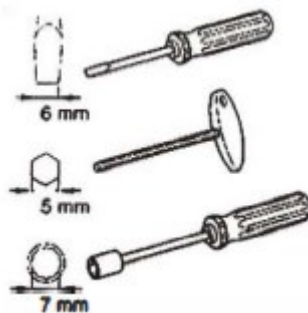

Рис. 6 Инструмент
8.1.2 Инструменты, необходимые для обслуживания см.Рис. 6.